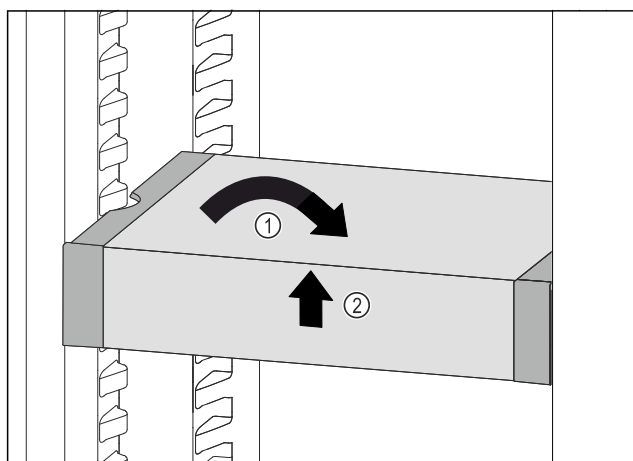

Fig. 70
- VarioSafe postavte rovně. Fig. 70 (1)
- VarioSafe vpředu zvedněte. Fig. 70 (2)